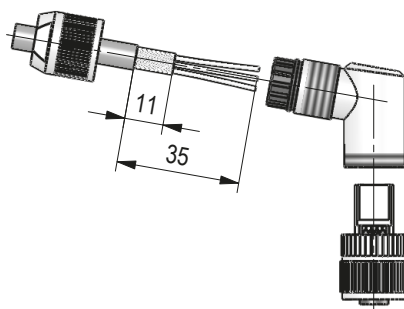

Abb. 16: Gegenstecker M12 A-kodiert gewinkelt
- Zubehör SIKO Art.Nr. "87599" M12 A-kodiert (Buchse 8 pol. Schnittstelle Digitale Ein-/Ausgänge) (Abb. 16).
Montage (Abb. 16)
Ändern der Winkelstellung (Abb. 16)